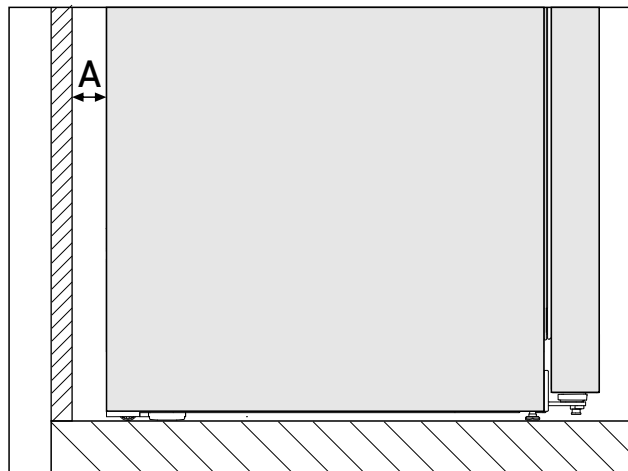

Fig. 3 *
Spotřeba energie byla zjištěna s ohledem na vzdálenost od stěny Fig. 3 (A) mezi zadní stranou spotřebiče a stěnou. Pokud je vzdálenost od stěny menší než Fig. 3 (A), nemá to žádný vliv na funkčnost spotřebiče. Při menší vzdálenosti od stěny se může spotřeba energie mírně zvýšit a na zadní stěně spotřebiče může docházet ke kondenzaci.*